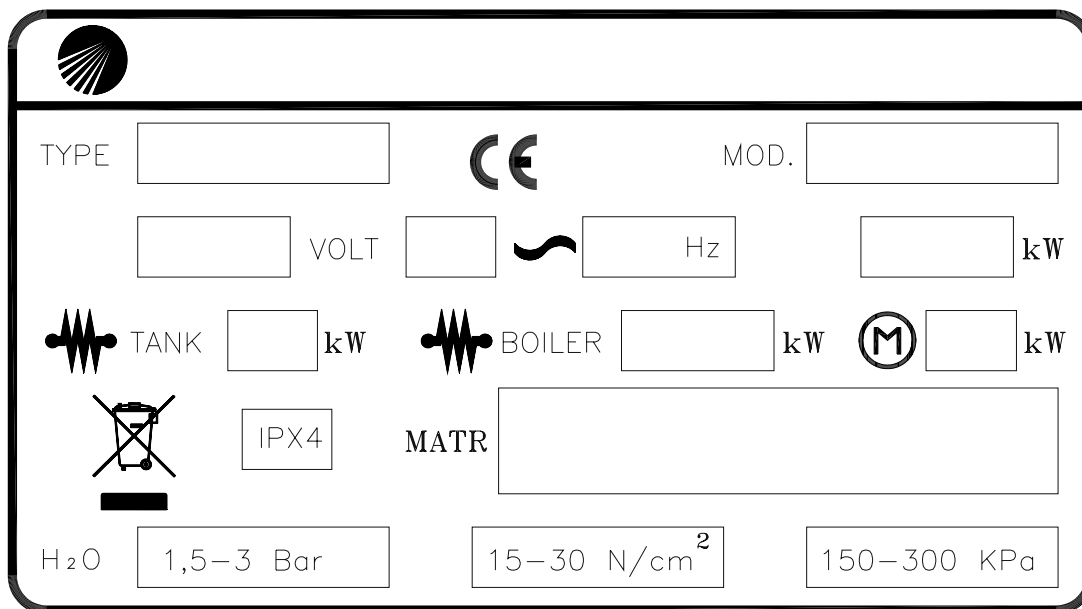

Fig. 1-1
1. **(IT-CH) DATI TECNICI – (GB-IE) TECHNICAL DATA – (DE-AT-CH) TECHNISCHE DATEN – (FR-BE) DONNES TECHNIQUES – (ES) CARACTERISTICAS TECNICAS – (PT) DADOS TÉCNICOS – (NL) TECHNISCHE GEGEVENS**
- La targhetta caratteristiche (Fig. 1-1) si trova sul fianco dx della macchina. Essa contiene tutti i dati necessari per l'installazione.
- The specifications tag (Fig. 1-1) is placed on the right-hand panel of the machine. It contains all the necessary data to install the appliance.
- Das Maschinenschild (Bild. 1-1) befindet sich an der Rechtseite des Gerätes. Es enthält alle für die Aufstellung notwendigen Daten.
- La plaquette (Fig. 1-1) comportant les caractéristiques de l'appareil est placée sur le côté droit. Elle indique toutes les données nécessaires à la mise en place de la machine.
- La placa de características (Fig. 1-1) está ubicada en el flanco derecho de la máquina. Contiene todos los datos necesarios para la instalación.
- A etiqueta com os dados técnicos (Fig. 1-1) está localizada na lateral direita da máquina. Tal etiqueta contém todos os dados necessários para a instalação.
- Het typeplaatje (Afb. 1-1) bevindt zich aan de rechterkant van de machine. Hier staan alle gegevens op die benodigd zijn voor de installatie.